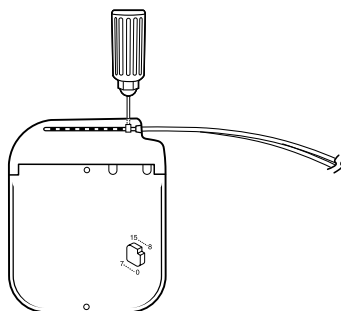

Figure 2. Serrage des vis dans le septum auto-bloquant.
4. Pour chaque extension, électrode ou bouchon, insérer à fond le tournevis dynamométrique (fourni avec le système de neurostimulation) dans chaque septum auto-bloquant du bloc connecteur et serrer les vis (Figure 2).